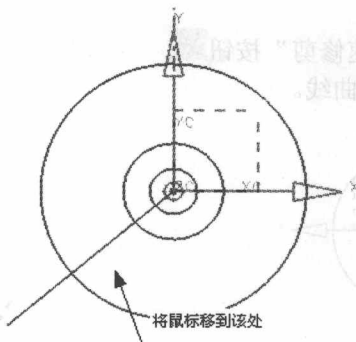

图 1-13 鼠标位置
- (1) 单击工具栏中的“自动判断的尺寸”按钮, 然后选择“角度”按钮.
- (2) 选择如图 1-13 所示的直线和虚线。